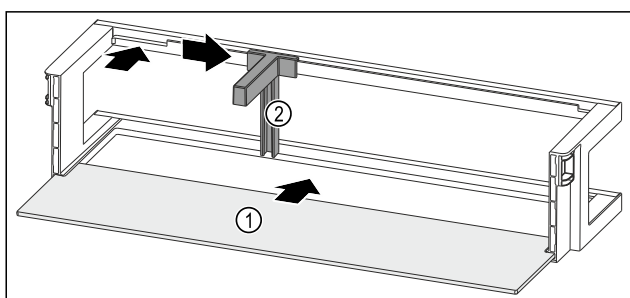

Fig. 119 Półka w drzwiach z półką
- ▶ Wsunąć półkę Fig. 119 (1) w boczne wycięcia.
- ▶ Włożyć uchwyt butelek Fig. 119 (2) do zagłębienia.
- ▶ Przesunąć uchwyt butelek Fig. 119 (2) na wybraną pozycję na bok.